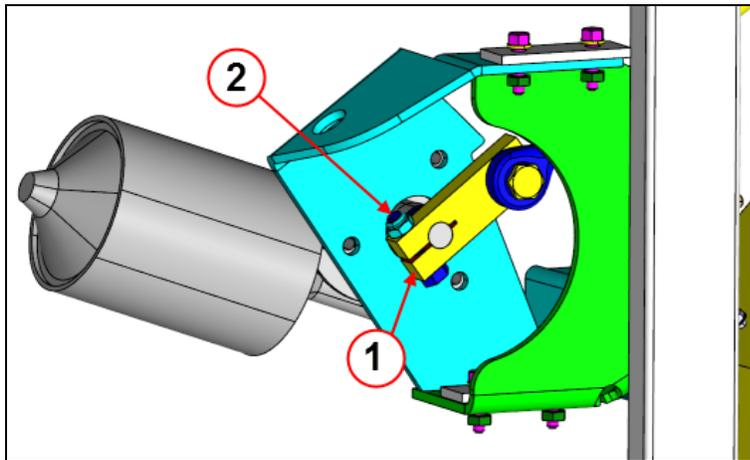

FIGURE 9 (INSTALLATION TYPIQUE DE LA SÉRIE X MONTRÉE)
7. Desserrer la vis (item 2, figure 9) fixant la bielle (item 1, figure 9) à l'arbre du moteur et retirer le moteur.